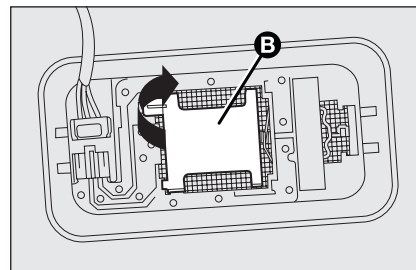

fig. 41
- ☐ abrir la tapa **B-fig. 41** como se indica;
- ☐ cerrar la tapa **B-fig. 41** y fijar la lámpara de techo en su alojamiento asegurándose de que haberla bloqueado.